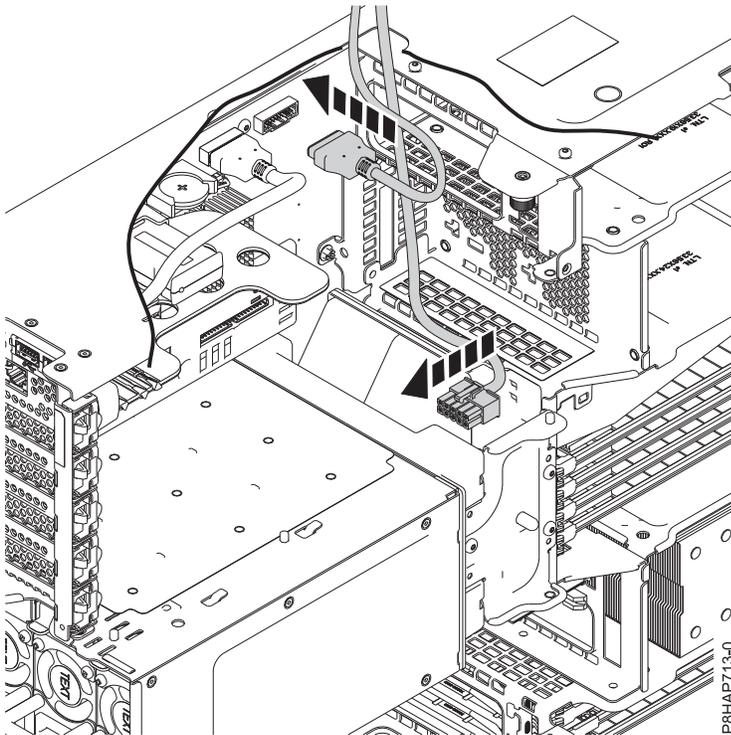

Abbildung 68. Anschließen des USB-Kabels und des Netzkabels der Interne RDX-Andockstation (FC EUA3) an die Systemplatine
3. Schließen Sie das Netzkabel der neuen Interne RDX-Andockstation (FC EUA3) an die Systemplatine an. Siehe Abb. 68 auf Seite 85.